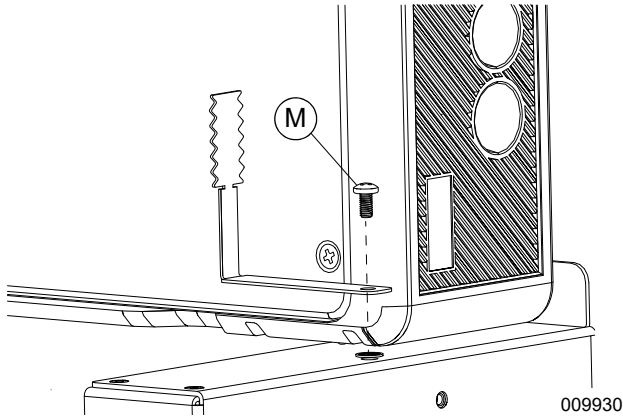

Figura 4-21. Instalación de las lengüetas de conexión a tierra inferiores
1. Consulte la **Figura 4-21**. Instale dos lengüetas de conexión a tierra con forma de L (L) en ambos lados de la parte inferior del módulo.
2. Fije cada lengüeta de conexión a tierra con un tornillo SEMS M4x8 mm (M) y apriete a 13 lb-pulg. (1,47 Nm).